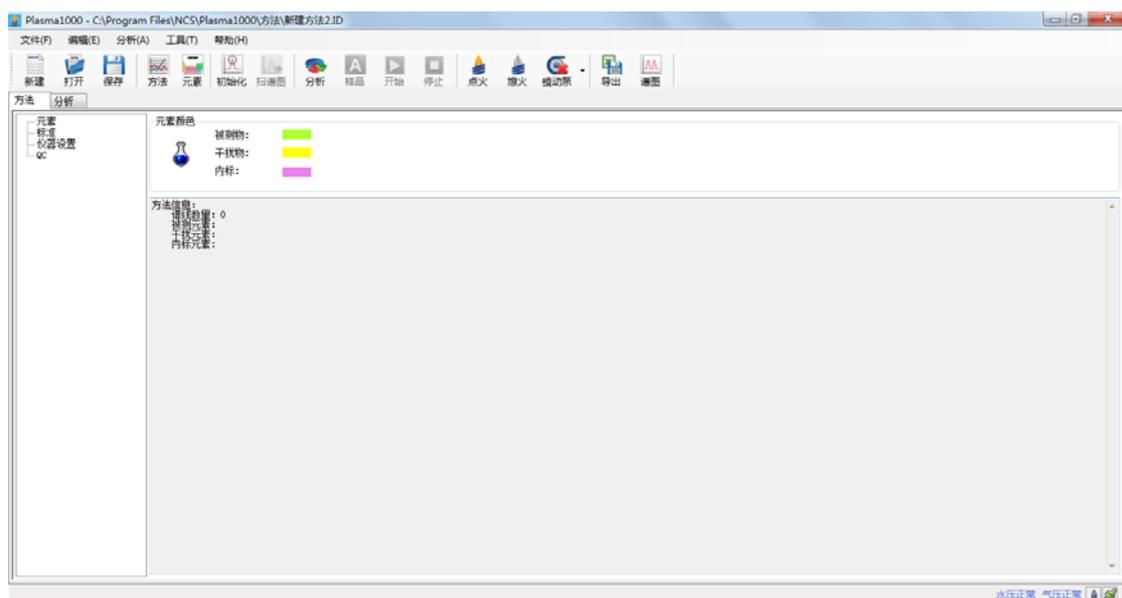
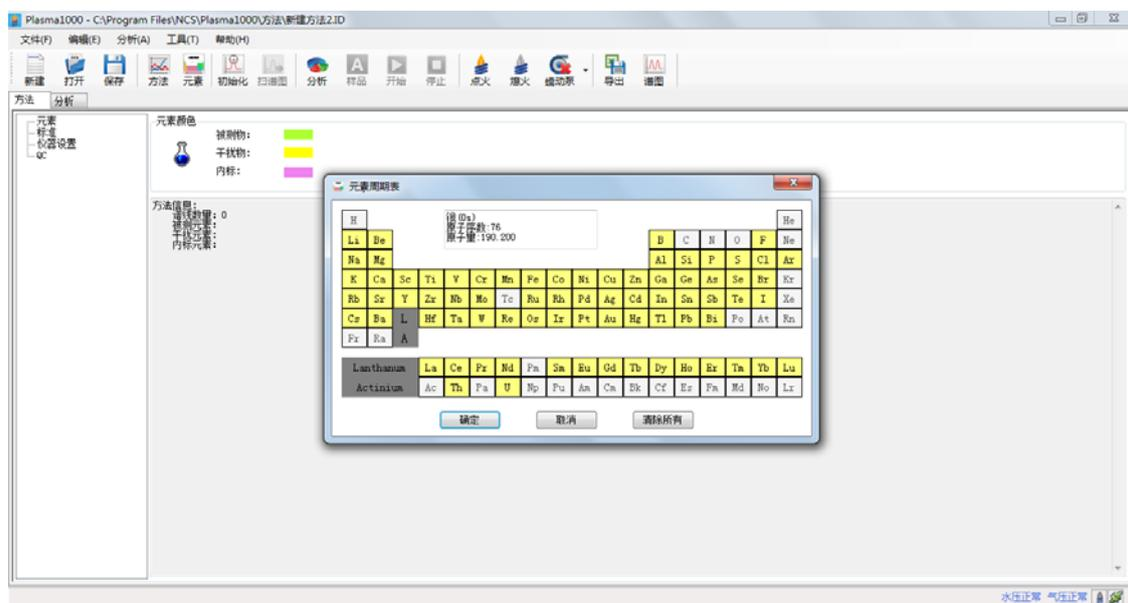

图 9 方法界面
图 10 选择元素
3) 保存方法后进入下面的界面（如图 9），在这个界面编辑方法。首先，点击**编辑 (E)** 选择**元素周期表**或者选择快捷键 ，弹出对话框如图 10 所示。在这里，我们可以选择要分析的元素和谱线（包括内标和干扰元素）。同时也可以看到选定谱线的干扰情况。